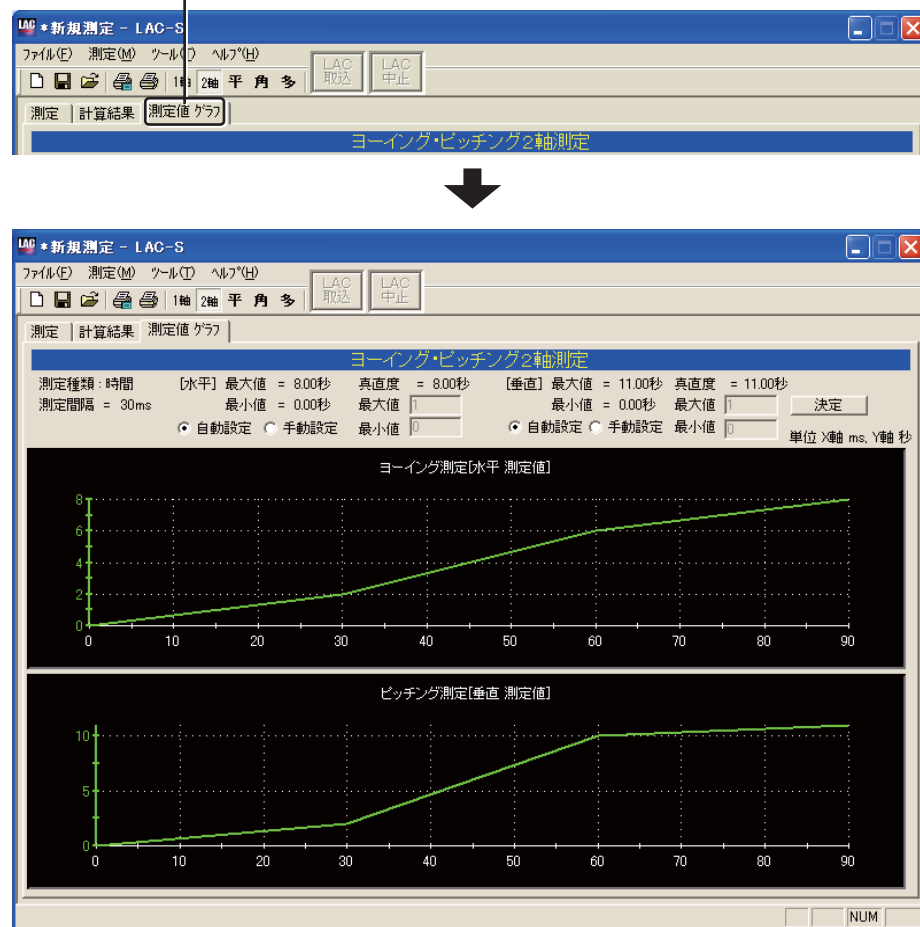

図5-8-14
5.8.2で行った計算結果を「測定値グラフ」で表示します。ヨーイング・ピッチング2軸測定画面の「測定値グラフ」タブをクリックすると「測定値グラフ」が表示されます(図5-8-14)。